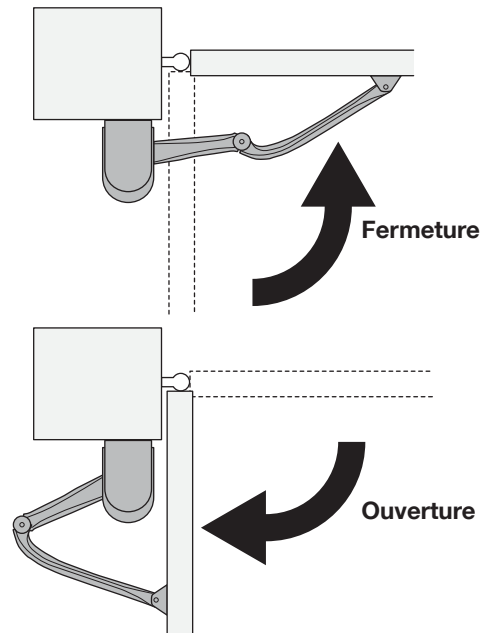

Fig.17
06. Vérifiez manuellement qu'en ouvrant et en fermant le vantail du portail, celui-ci s'arrête sur les points souhaités **fig. 17** ;